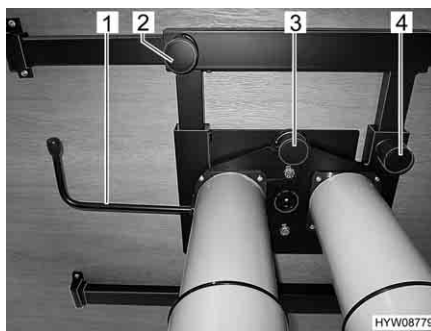

Fig. 78 Doppio piede del tavolo (tavolo rialzabile)
- Svitare la vite a testa cilindrica zigrinata (Fig. 78,2).
- Svitare la vite a testa cilindrica zigrinata (Fig. 78,4).
- Tirare il tasto (Fig. 78,3) del bloccaggio verso il basso.
- Ruotare la leva (Fig. 78,1) al di sotto del piano del tavolo di 180° verso sinistra. Il meccanismo di sollevamento nel piede del tavolo viene sbloccato.
- Ruotare la leva (Fig. 78,1) al di sotto del piano del tavolo di 180° verso sinistra. Il piano del tavolo va automaticamente verso l'alto fino al fine corsa.